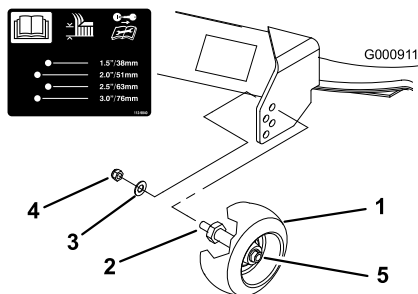

Figure 14
- A. Lorsque la hauteur de coupe est réglée, enlevez l'écrou et la rondelle tout en maintenant le goujon avec une clé (Figure 14).
Remarque: N'enlevez pas l'écrou et la rondelle de la roue (Figure 14).
de la hauteur de coupe correspondante voulue (Figure 14).
3. Remettez l'écrou et la rondelle sur le goujon (Figure 14).